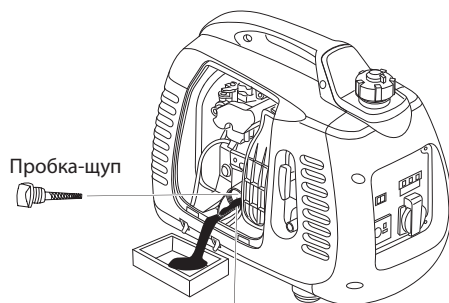

Рис. 18 Маслосливная горловина
- Очистите поверхность около сливной пробки (рис. 18).
- Отверните маслосливную пробку-щуп и слейте масло (рис. 18).